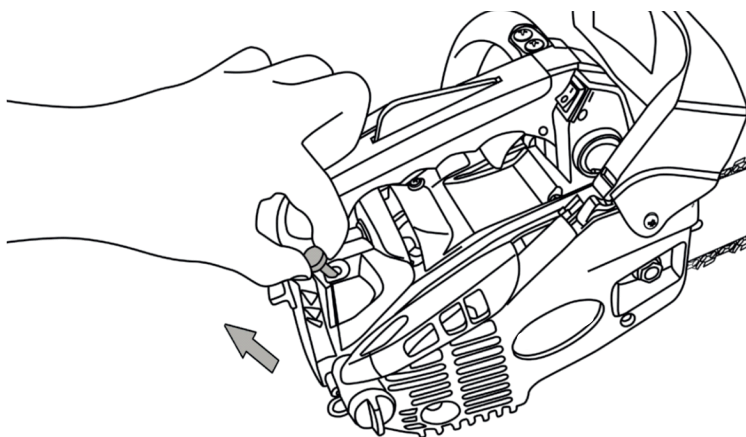

Рис.17. Вытягивание воздушной заслонки
3. Полностью вытяните рычаг воздушной заслонки, тем самым, установив его в положение — «Запуск» (рис. 17). Если двигатель прогрет, не вытягивайте воздушную заслонку, а сразу приступите к запуску двигателя.